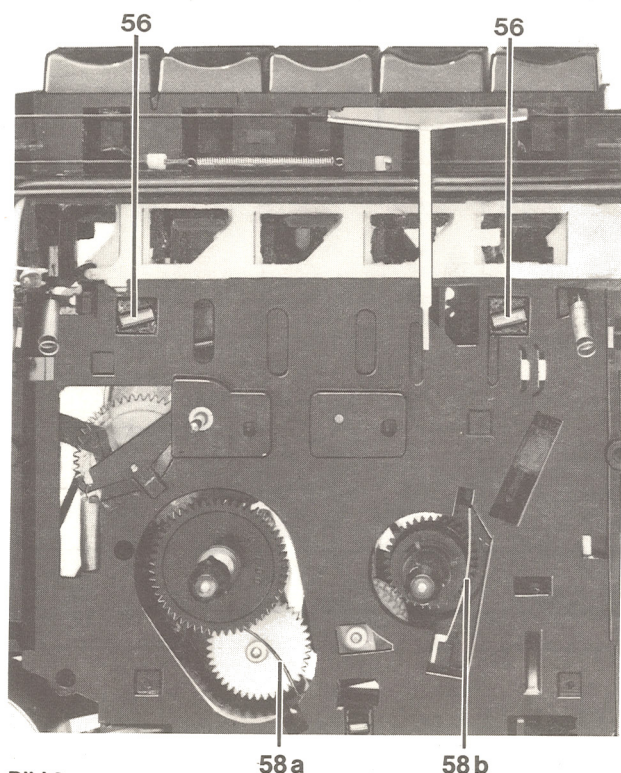

Bild 9
- Bei Wiedereinbau auf 2 Lagernadeln 56 (Bild 9) achten und daß die Nase der Start-Taste in den Schlitten 70 greift.
Wird dieser Wert nicht erreicht, ist die Grundbremsfeder 58 a (Bild 9) zu wechseln.
Wird dieser Wert nicht erreicht, ist die Grundbremsfeder 58 b (Bild 9) zu wechseln.